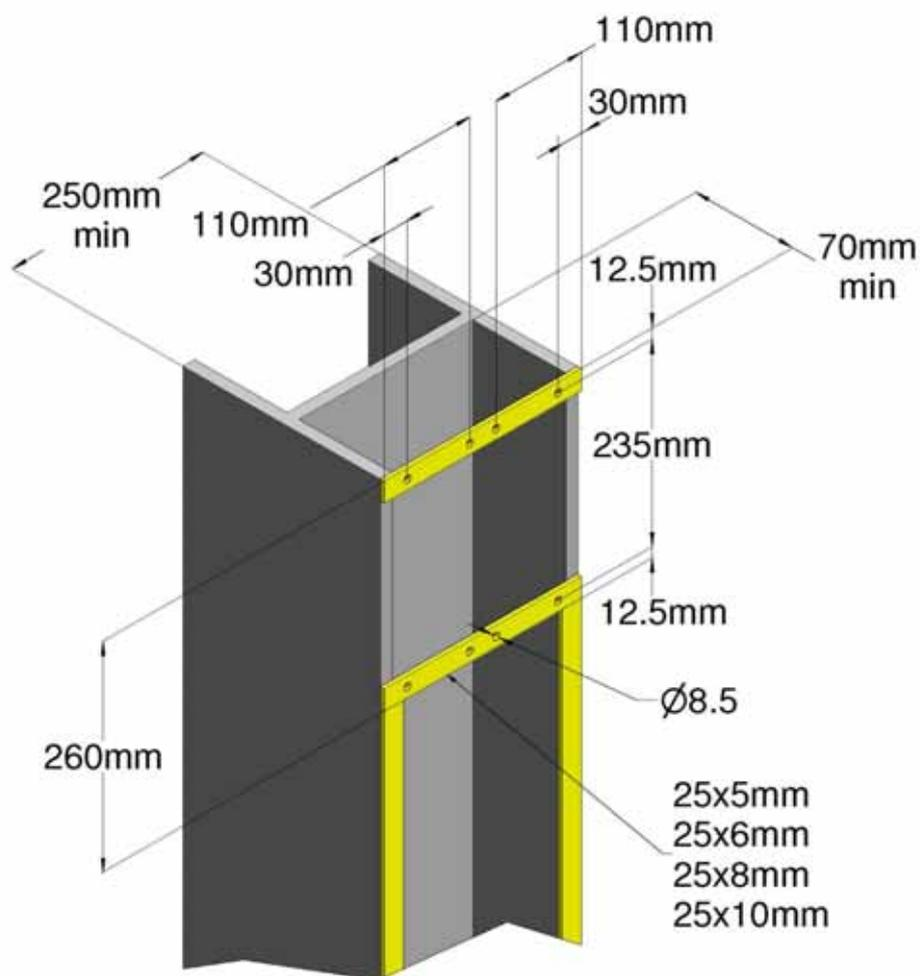

Abbildung 10
10. Mittleres Schienensystem ohne Antriebe: Details des mittleren Schienensystems werden in Abbildung 10 gezeigt. Die meisten Details des Schienensystems entsprechen denen im Bereich I. Besonders beachtet werden muss: